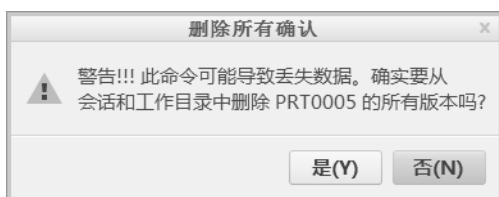

图 1-24 “删除所有确认”对话框
1) 在功能区的“文件”选项卡中选择“管理文件”→“删除所有版本”命令，则系统弹出图 1-24 所示的“删除所有确认”对话框。